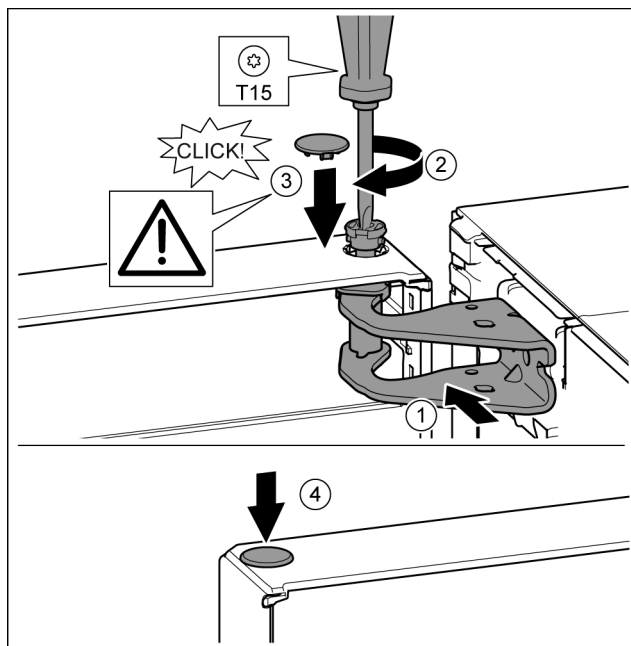

Fig. 40
- ▶ Deur boven uitlijnen op de opening in de lagerbus. Fig. 40 (1)
- ▶ Bouten aanbrengen en met schroevendraaier T15 vastschroeven. Fig. 40 (2)
- ▶ Veiligheidsafdekking voor de veiligheid van de deur monteren: Veiligheidsafdekking aanbrengen en controleren of deze op de deur rust. Anders bout volledig aanbrengen. Fig. 40 (3)
- ▶ Stop aanbrengen. Fig. 40 (4)